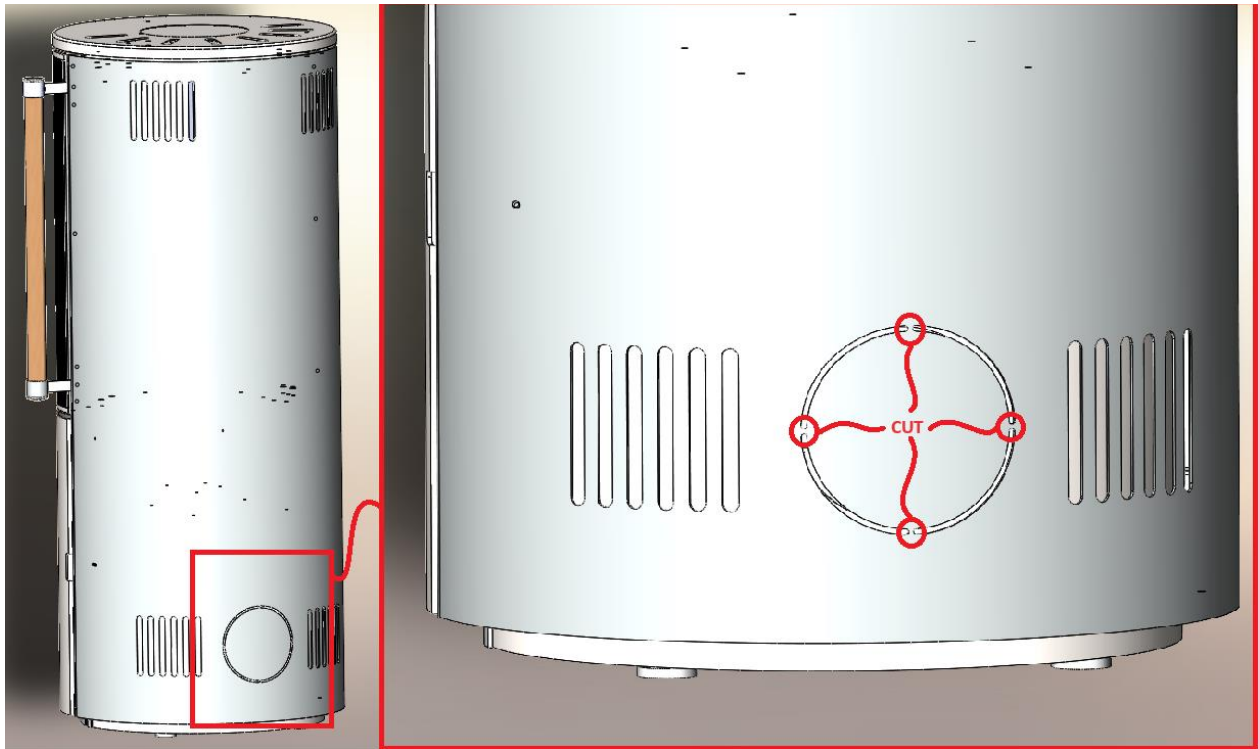

Abbildung 3 Austausch des Deckels am Boden des Kamins für den Außenluftanschluss
4. Abbildung 3 Schneiden von Mikrofugen für die Außenluftzufuhr an der Rückseite / am Boden	Seite 6